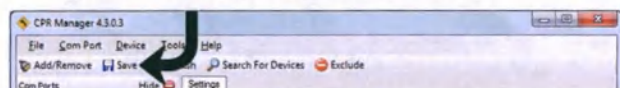

Рис. 89
9. Внесенные изменения необходимо сохранить с помощью кнопки «Save». См. Рис. 89.